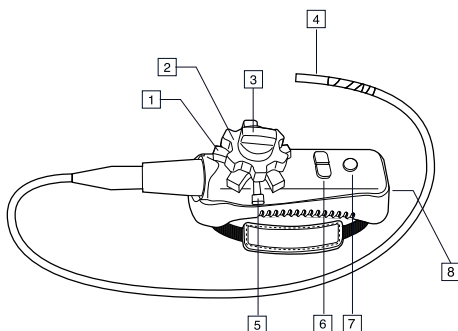
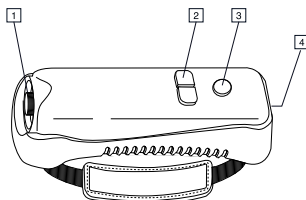

Рисунок 4.4 Зонд с гибкими соединениями
Рисунок 4.5 Беспроводной передатчик
1. В режиме беспроводного управления используйте кнопки регулировки интенсивности на гибком зонде (см. Рисунок 4.4 *Зонд с гибкими соединениями*, страницы 10) или беспроводной передатчик (см. Рисунок 4.5 *Беспроводной передатчик*, страницы 11) для увеличения/уменьшения интенсивности света.
ручки натяжения. См. Рисунок 4.4 *Зонд с гибкими соединениями*, страницы